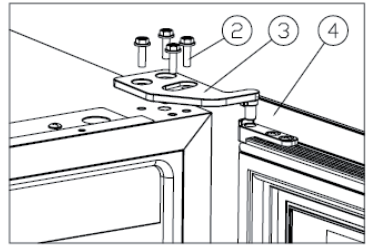

Figure 1
2. Dévissez les vis M5 x 16 (2), retirez la charnière supérieure droite et retirez la porte (voir figure 1).